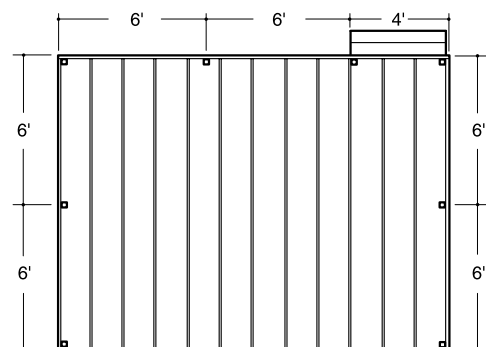

fig. 2
Étape 1 Déterminez le nombre de poteaux de garde-corps nécessaires pour votre terrasse. L'espacement des poteaux est soit centre à centre de 1,8 m (6 pi) ou centre à centre de 2,4 m (8 pi), selon la longueur de traverse choisie. Exemple : Un patio de 3,7 x 4,9 m (12 x 16 pi) fixé à un bâtiment comportant une ouverture d'accès de 1,2 m (4 pi) d'un côté, exigera huit poteaux en tout (fig. 2).